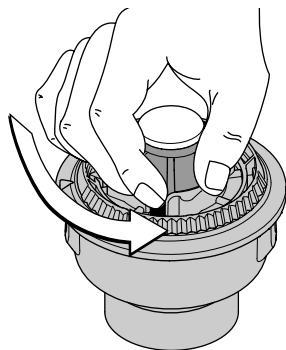

Fig. 23
Si le SpeedSpool^{MD} ne déroule pas le correctement, tirez fermement les extrémités du fil loin de la bobine (Fig. 23). Si cela ne suffit pas, suivez les instructions de *Nettoyage du SpeedSpool^{MD}*.
1. Tenez la bobine extérieure et dévissez le bouton de butée à gauche (Fig. 23).